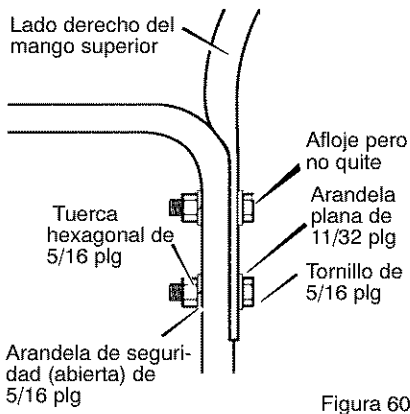
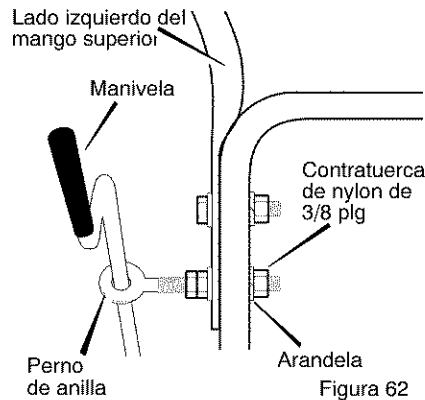

Figura 60
Figura 62
3. Afloje pero no quite los tornillos, arandelas planas, arandelas de seguridad y tuercas hexagonales que se encuentran en los agujeros superiores del mango inferior. Vea la Figura 60.
4. Retire los sujetadores y el perno de anilla de los agujeros inferiores del mango inferior. Vea la Figura 60 y Figura 62.